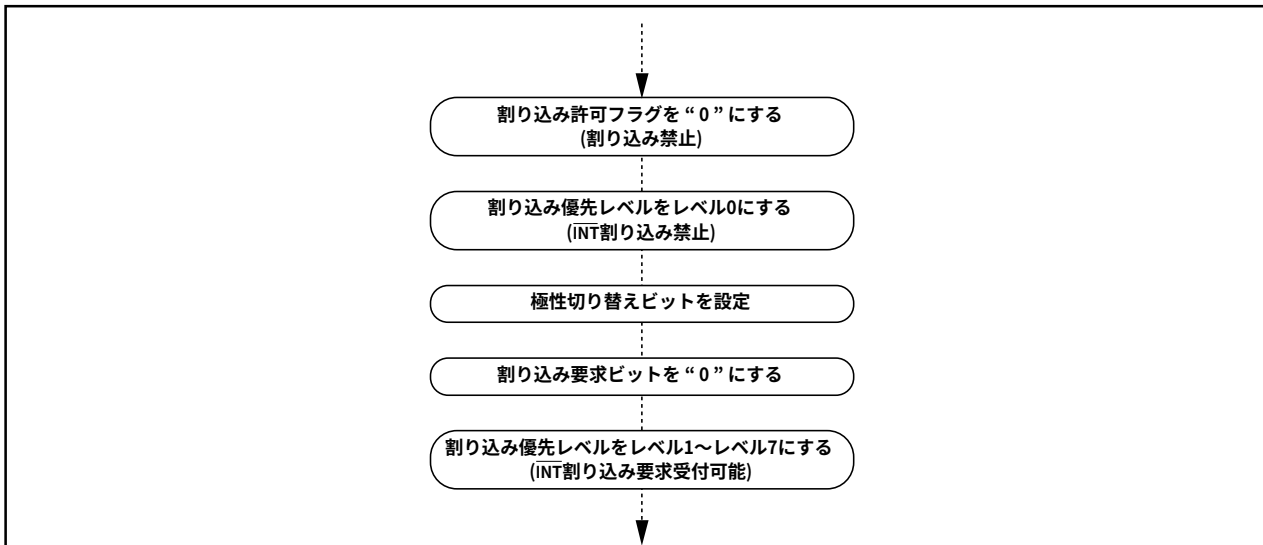

図2.7.14 INT割り込み発生要因の切り替え
(2) スタックポインタの設定
(3) 外部割り込み
- $\overline{\text{INT0}}$ 、 $\overline{\text{INT1}}$ 端子の極性を切り替えるときに割り込み要求ビットが“1”になることがあります。切り替えを行った後、割り込み要求ビットを“0”にしてください。 $\overline{\text{INT}}$ 割り込み発生要因の切り替え手順例を図2.7.14に示します。